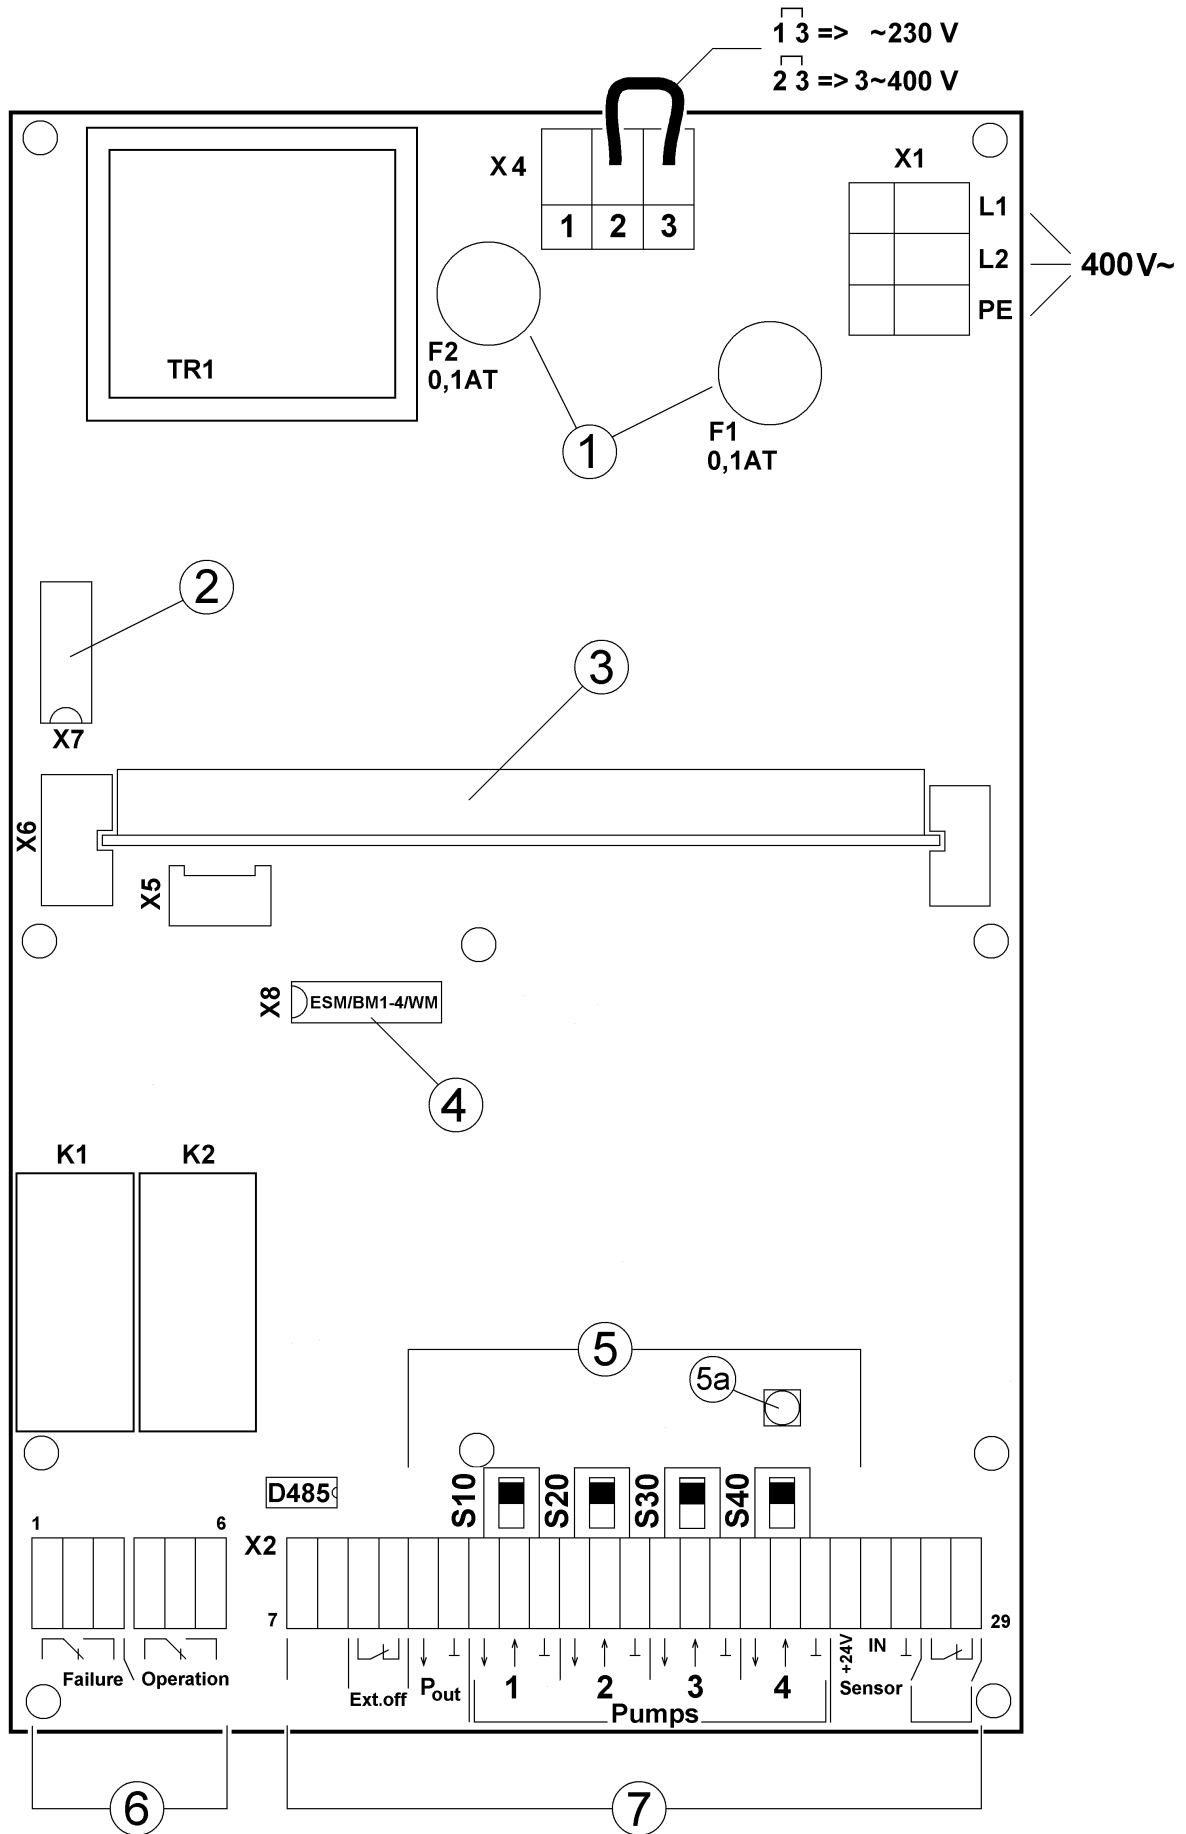

Fig. 3
- **Основная плата** (поз. 2, рис. 3): блок питания для низкого напряжения, предохранители 6,3x32 (поз. 1), контактная колодка для платы дисплея (поз. 2), плата микроконтроллера (поз. 3) и плата индивидуального режима/плата сигнализации повреждений (поз. 4). Кроме этого, присоединительные зажимы для подачи напряжения и внешних сигналов (поз. 6+7), а также для работы установки в аварийном режиме, ползунковые переключатели (поз.5) для каждого насоса и один потенциометр (поз. 5а).